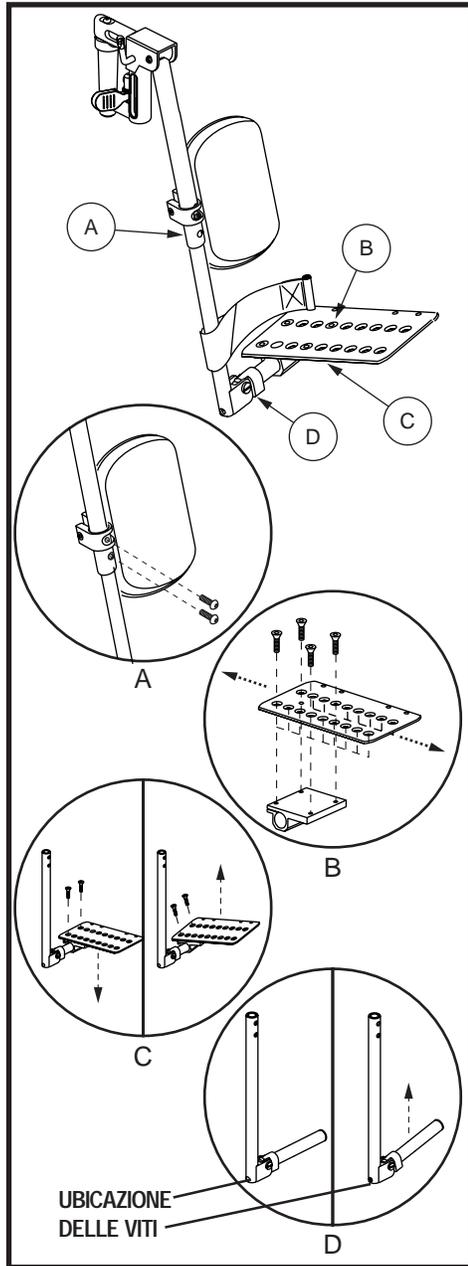

Figura 9. Piastra poggiapiedi multiasse per poggiapiedi stile n. 7 e ELR (ELR in figura)
Le piastre poggiapiedi multasse possono essere installare su poggiapiedi pieghevoli stile n. 7, su poggia gambe rialzabili (ELR) o su poggiapiedi pieghevoli stile n. 8. Ha quattro diverse regolazioni: lunghezza pedana (A), posizione (B), inclinazione (C), e angolazione (D). Vedere figura 9.